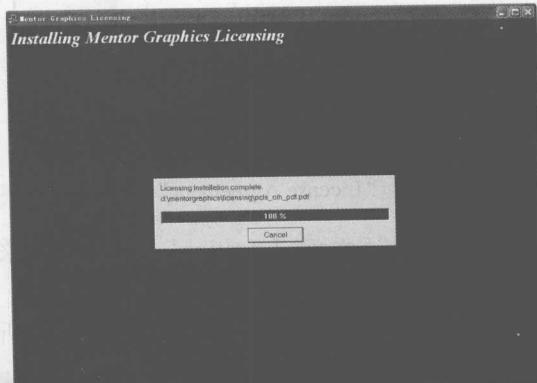

图 1-8 安装 License 文件进度显示窗口
(8) 单击“Next”按钮，弹出如图 1-8 所示的安装进度显示窗口。